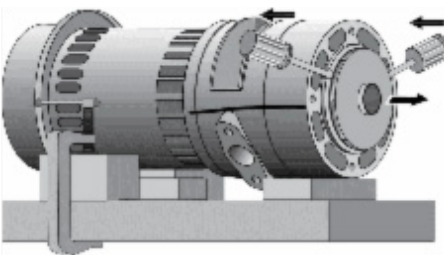

Figure 19
9. Les roues sont clavetées sur l'arbre et ne se dévisseront pas. Insérez deux tournevis sur les côtés opposés sous la roue exposée et faites levier pour retirer la roue (figure 19).